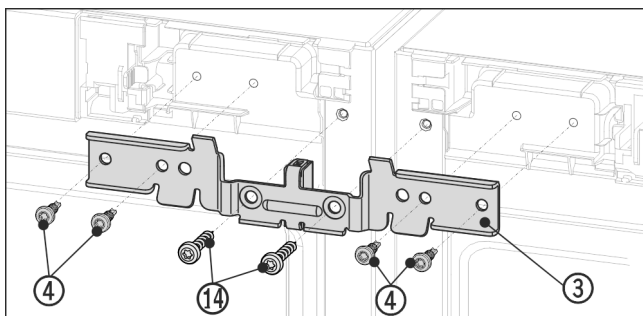

Fig. 12 Beispielhafte Darstellung
- Winkel Fig. 12 (3) mit dem Distanzstück zwischen die Geräte und auf die Zapfen schieben. Den Winkel mit vier Schrauben Fig. 12 (4) und den zuvor herausgeschraubten Erdungsschrauben Fig. 12 (14) abwechselnd rechts und links lose anschrauben.